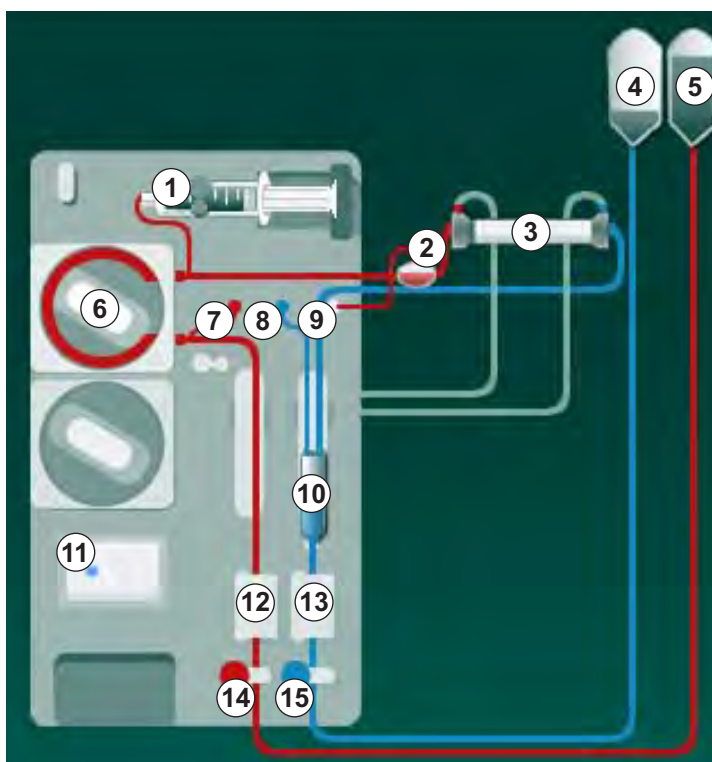

Fig. 5-8 Insertion du système de lignes à sang pour l'amorçage avec l'utilisation de poches
2. Retirer les raccords du dialyseur du pont de rinçage et les connecter au dialyseur (Fig. 5-8 Insertion du système de lignes à sang pour l'amorçage avec l'utilisation de poches (97), ③ ) dès le signalement par l'appareil. Observer le codage couleur :